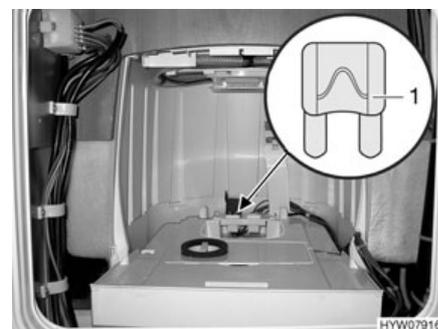

Fig. 172 Fusible del inodoro Thetford (alternativa)
- Cambiar el fusible (Fig. 171,1 ó Fig. 172,1).